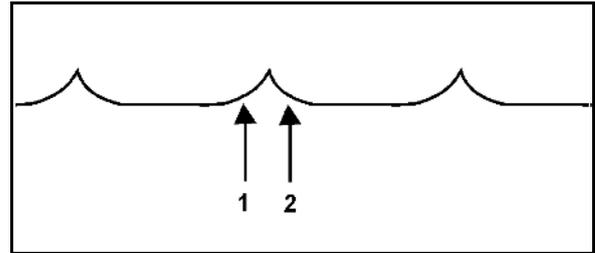

Fig. 47
1. Klappstecker (Fig. 47/3) entfernen.
2. Schwenkhebel (Fig. 47/2) entsprechend der gewünschten Drehrichtung einrasten.
3. Spindel über den Handhebel (Fig. 47/1) verlängern / kürzen.
4. Einstellung mit Klappstecker (Fig. 47/3) sichern.